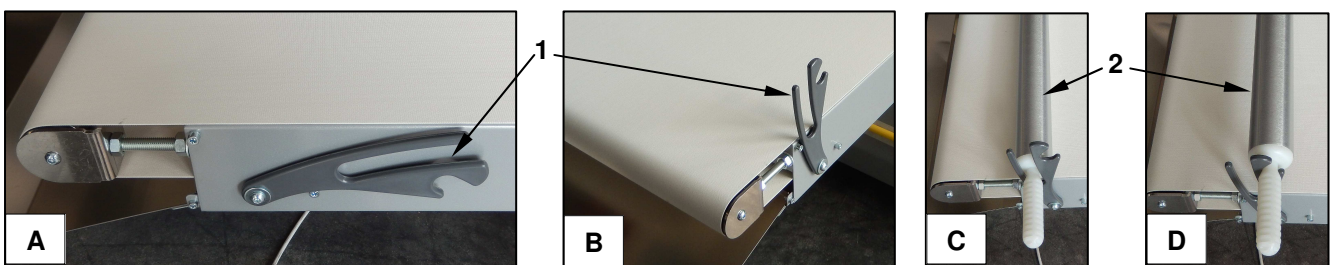

Рис. 27 - Скалка и её кронштейны
8. См. Рис. 27. Перед последним проходом поднимите опоры (1) (фото В) и скалку (2) Установите скалку в нижнее гнездо (фото С) и намотайте немного теста. Скалка продолжит вращаться благодаря трению о ленту стола до полной намотки теста.
10. Перед началом следующей раскатки отведите за пределы машины скалки (пустые или полные) и опустите кронштейны (1) (фото А).